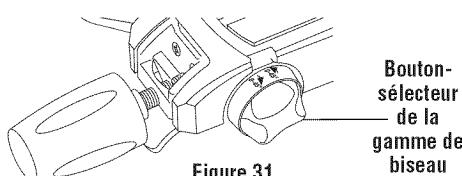

Figure 31.
3. Agrippez la poignée de transport avant de la main gauche et inclinez la tête de la scie légèrement vers la gauche tout en tournant le bouton-sélecteur de gamme de biseau rappelé par ressort de la main droite de manière à ce que le symbole 45°-0° soit en face de la flèche située sur la table (Figure 31). L'ensemble de la scie peut alors être incliné pour la mettre sur un angle de biseau à droite entre 0° et la butée à 45°.
(Figure 31). L'ensemble de la scie peut alors être incliné à n'importe quel angle entre 47° à gauche et 47° à droite.